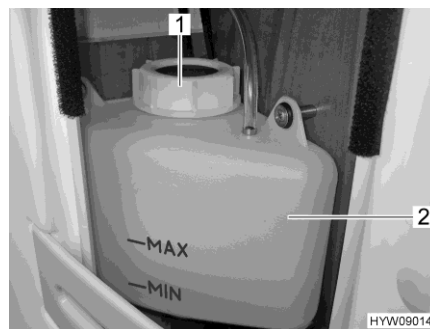

Bild 179 Markering "MIN/MAX"
- Kontroll av vätskenivå utförs på expansionsbehållaren (Bild 179,2), nivå skall ligga mellan markeringarna "MIN" och "MAX".
- Vredet (Bild 179,1) på expansionsbehållaren öppnas.